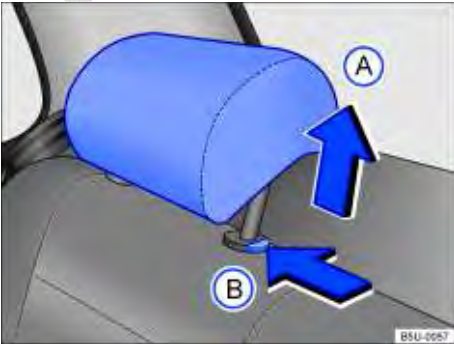

Fig. 41 Ajustar o apoio para cabeça traseiro.
- Empurrar o apoio para cabeça para cima na direção da seta ⇒ Fig. 41 (A) ou com a tecla ⇒ Fig. 41 (B) pressionada, empurrar para baixo ⇒ ⚠.